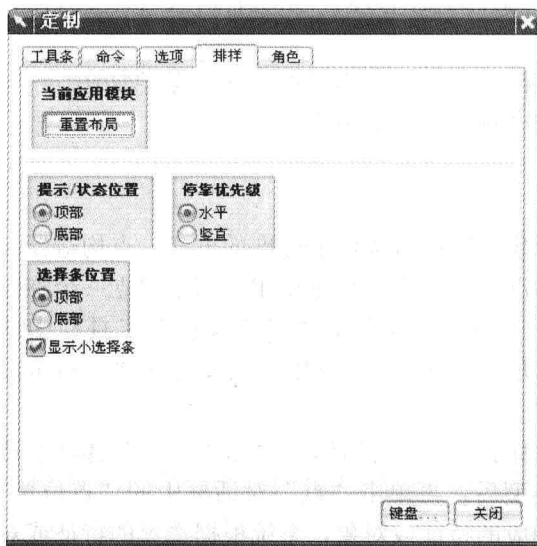

图 1-13 “排样”选项页
(2) 设置提示行和状态行的位置。在图 1-10 所示“定制”对话框中选择“排样”选项页,如图 1-13 所示。“提示/状态位置”选项用来设置提示栏和状态栏的停靠位置,默认选项为“顶部”,即提示栏和状态栏位于用户界面的顶部。